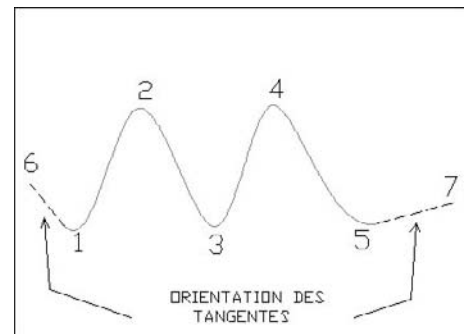

Fig.4.29
- 1 Exécuter la commande de dessin de spline à l'aide d'une des méthodes suivantes (fig.4.29) :